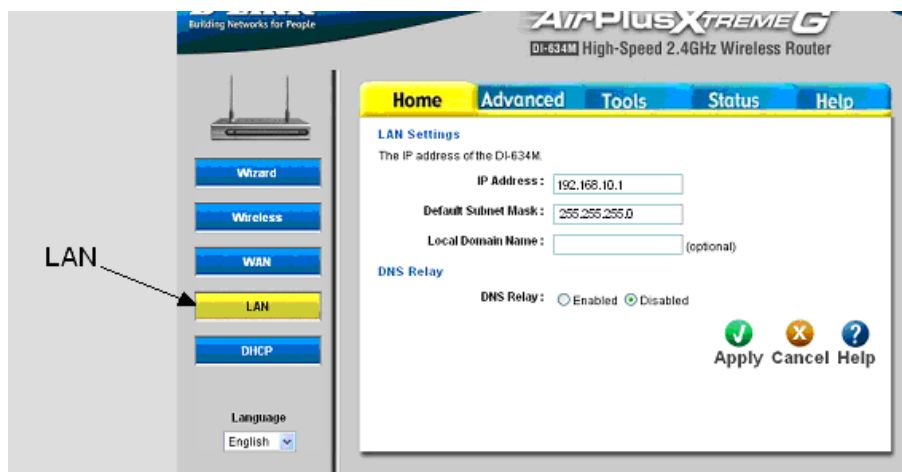

Рис. 4
- открыть закладку LAN (рис. 4);